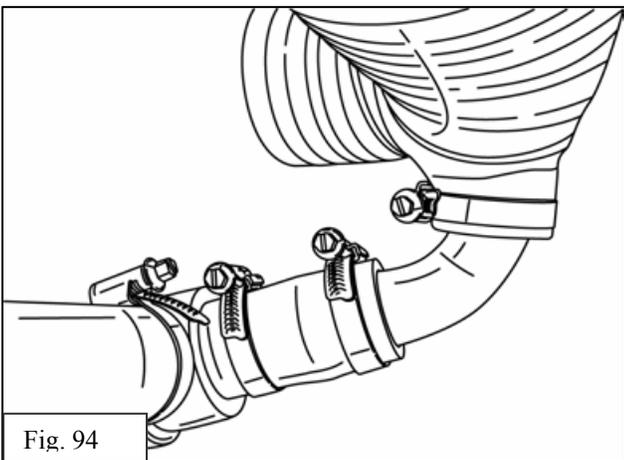

Fig. 94
- (d) Orient hose clamps as shown in Figure 94.